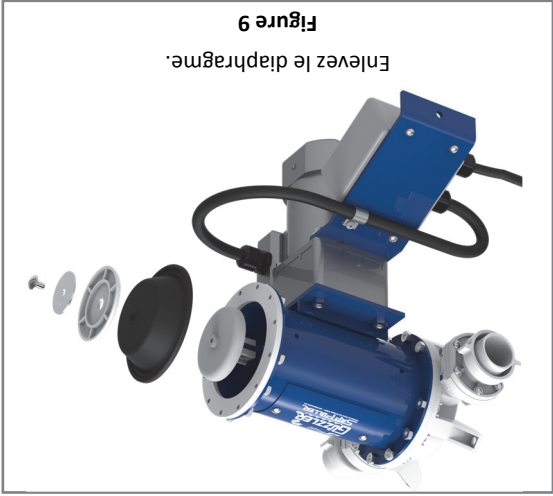

Figure 9
6. Pull the diaphragm out to its maximum travel. Remove the slotted head screw, washer, button and diaphragm from the plastic clevis. (Figure 9)
6. Tirez le diaphragme vers l'extérieur au maximum de sa course puis dévissez le boulon, enlevez la rondelle, le bouton et le diaphragme de la chape en plastique. (Figure 9)